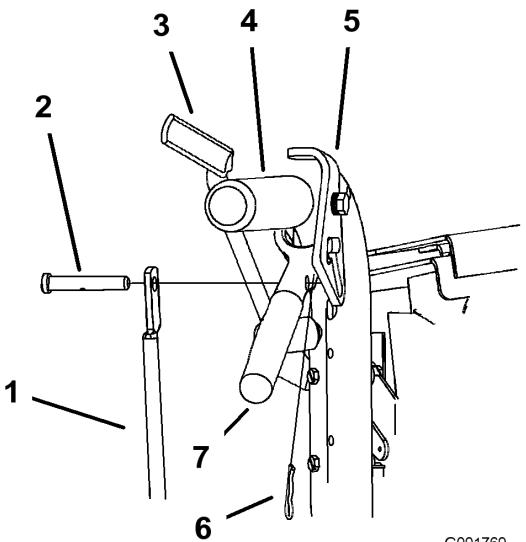

Figura 17
1. Retire los pasadores y los pasadores de seguridad de las palancas de avance y los cierres de bloqueo de punto muerto (Figura 17).